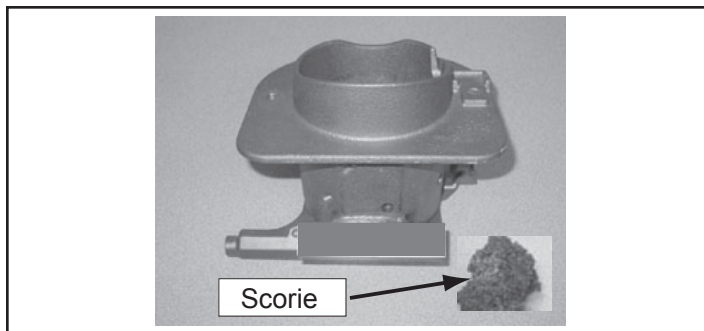

Figure 16.1 – Pot de feu avec gros clinker
- d. Il pourrait être nécessaire d'utiliser un outil de nettoyage pour détacher les matériaux accumulés sur les côtés du creuset de combustion et enlever les scories (voir la figure 16.1).